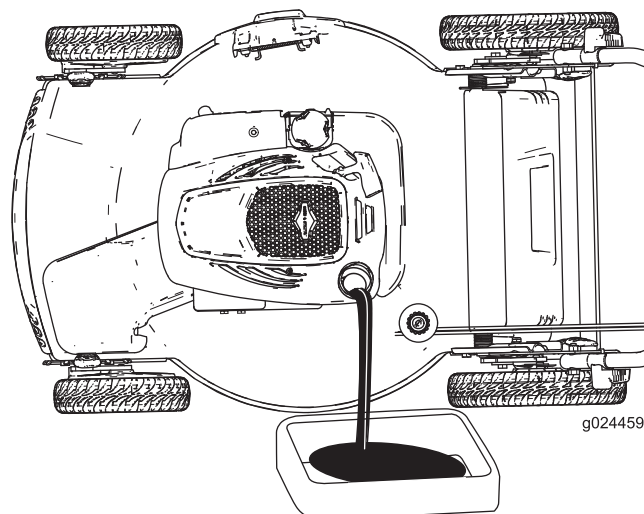
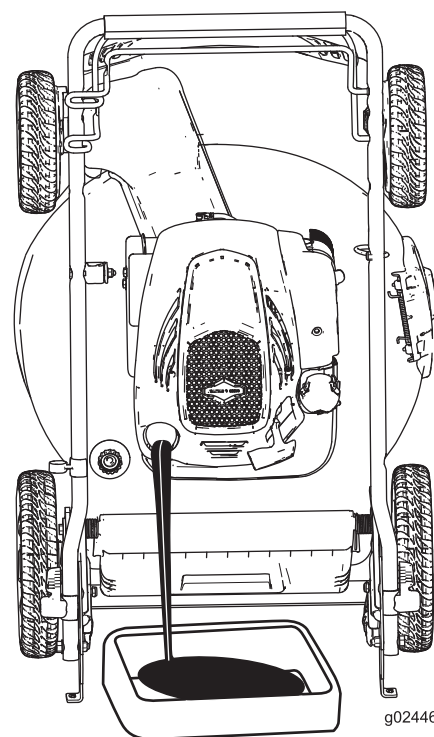

Figure 24
Figure 25
4. Basculez la machine sur le côté en plaçant la jauge en bas (Figure 24) ou levez la machine en position verticale de remisage (Figure 25; voir Remisage de la machine en position verticale (page 14)) pour vidanger l'huile usagée par le tube de remplissage d'huile.